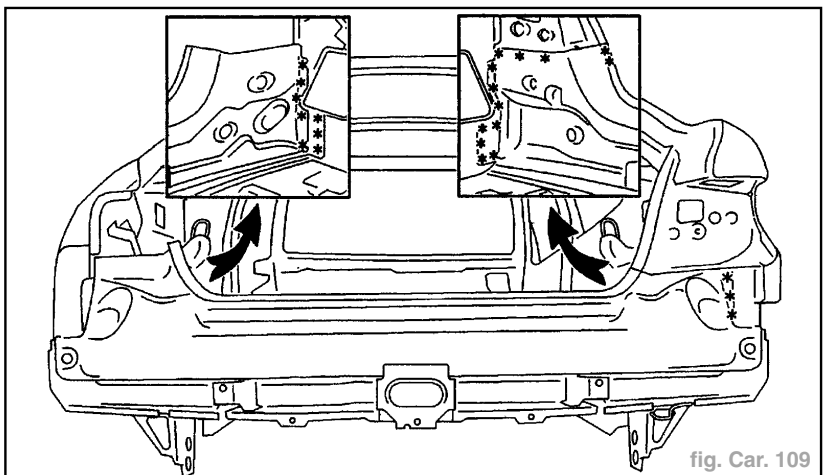

fig. Car. 109
- Dégraffer les points à l'aide d'une fraise de  $\varnothing$  8 mm (fig. Car. 109).